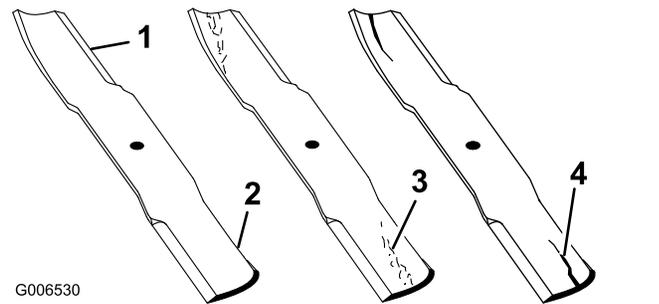

Figura 89
1. Inspeccione los filos de corte (Figura 89). Si los bordes no están afilados o tienen muescas, retire las cuchillas y afílelas. Consulte Afilado de las cuchillas \(página 66\).
2. Inspeccione las cuchillas, especialmente la parte curva (Figura 89). Si observa daños, desgaste o la formación de una ranura en esta zona (Figura 89), instale inmediatamente una cuchilla nueva.